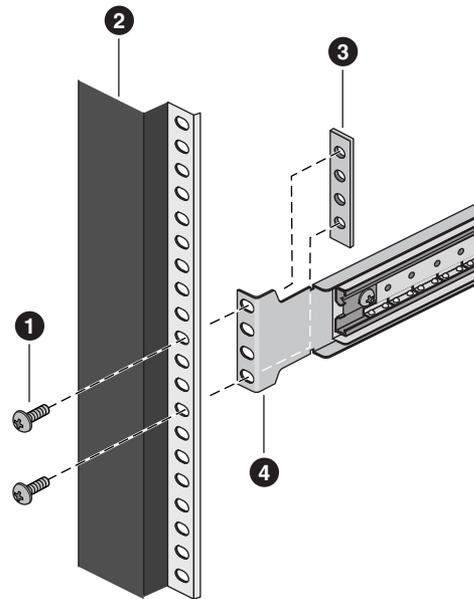

Figura B-4 Staffa ad angolo retto e guida verticale
4. Posizionare la staffa dietro i fori di montaggio sulla guida verticale (vedere la Figura B-4).
Nella Figura B-4 sono illustrati i seguenti componenti: